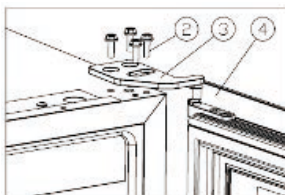

Imagen 2
- Desatornille los 16 tornillos M5, ⑤, y desmonte la bisagra inferior derecha ⑥. [Imagen 2]